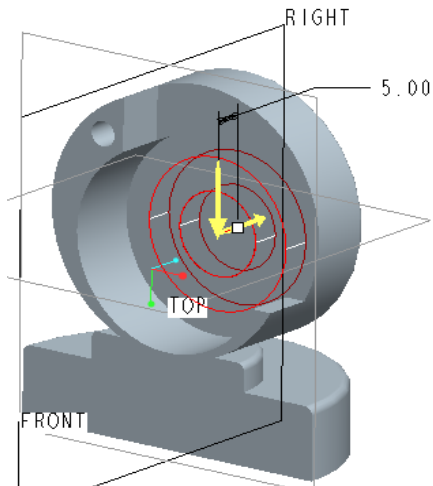

図 6-83 円溝の押し出し過程
- 次に図 6-83 に示すように深さ 5mm をくり抜く。